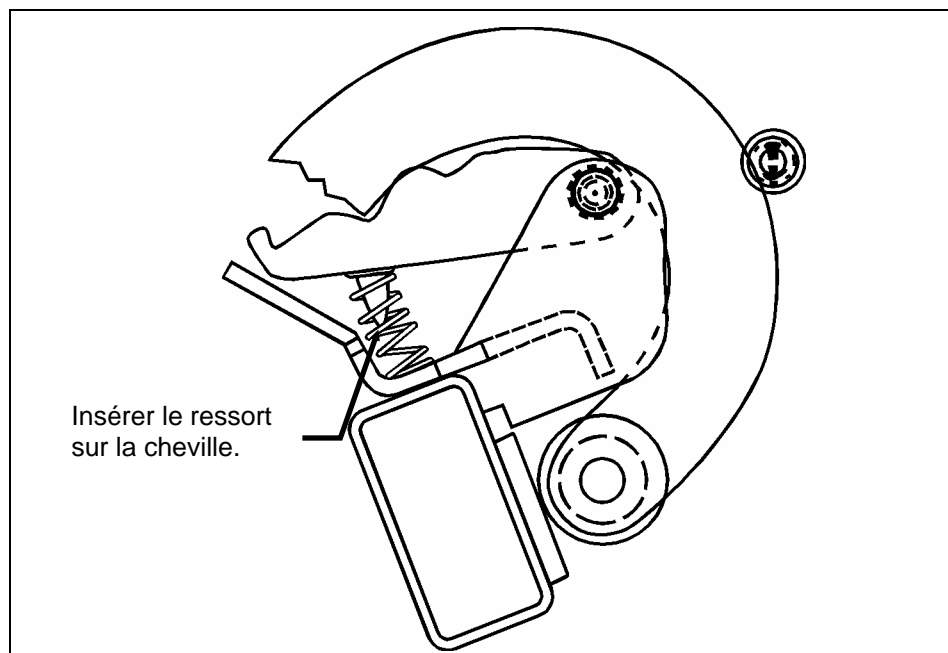

FIGURE 6
9. Insérer le ressort (Prévost # 282311) tel que décrit à la Figure 6.